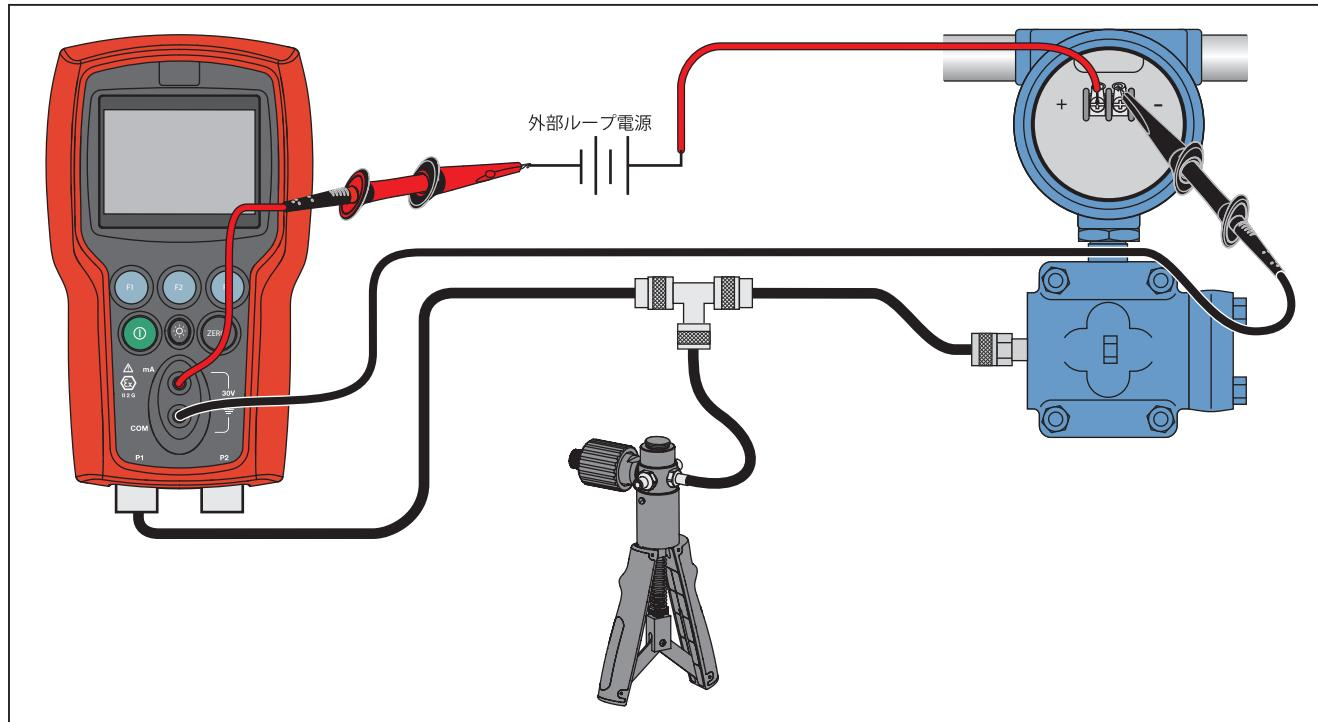

図 7. 圧力-電流トランシミッターの接続
1. 本器とポンプをトランスマッターに接続します。図 7 を参照してください。